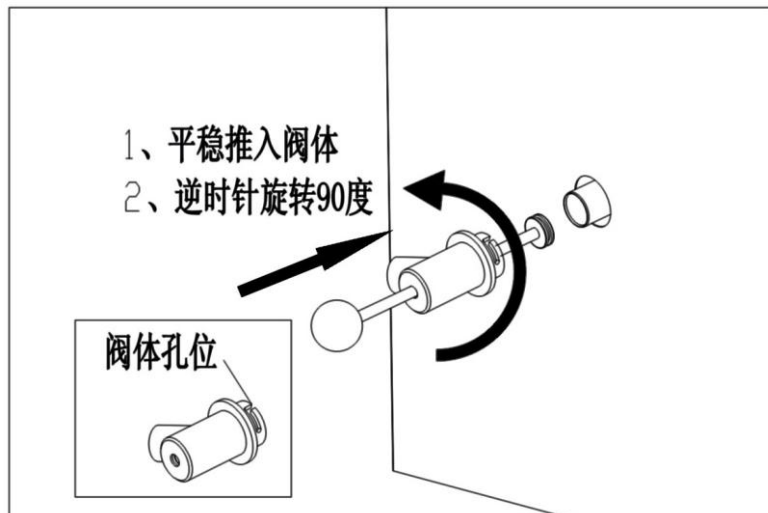

图 13
• 安装阀体：安装过程中，用手握住装配好的阀体，阀体孔位如图对准前面板上出料孔，平稳缓慢推入碰到定位销，逆时针转动，扣紧拔不出为安装稳定。（见图 13）